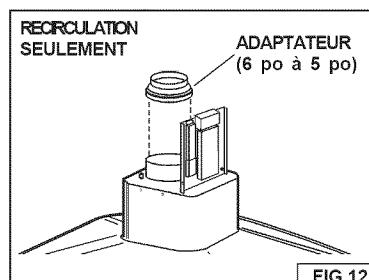

FIG.12
1. Ne pas utiliser le collier d'évacuation accompagnant la hotte. Installer l'adaptateur de 6 po à 5 po (accompagnant le kit de recirculation) sur le conduit d'évacuation. Fig. 12.